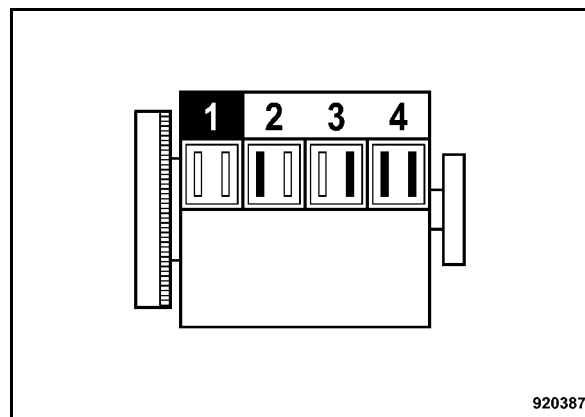

Fig. 172
- Girare l'albero a gomiti fino al ricoprimento sul cilindro 1 (Fig. 172).
Le valvole contrassegnate di nero (Fig. 172) possono essere controllate e registrate.